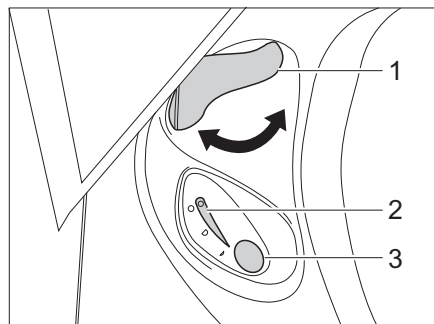

Bild 148 Bedieneinheit Thetford-Toilette
- Vor dem Spülen den Schieber der Thetford-Toilette öffnen. Dazu den Schieberhebel (Bild 148,1) entgegen dem Uhrzeigersinn drehen.
- Zum Spülen den blauen Spülknopf (Bild 148,3) drücken.
- Nach dem Spülen den Schieber schließen. Dazu den Schieberhebel (Bild 148,1) im Uhrzeigersinn drehen.
Die Kontroll-Leuchte (Bild 148,2) leuchtet, wenn die Thetford-Kassette entleert werden muss.
- Den Schieberhebel (Bild 148,1) im Uhrzeigersinn drehen. Der Schieber wird geschlossen. Zum Entleeren **muss** in der Thetford-Toilette der Schieber geschlossen sein.